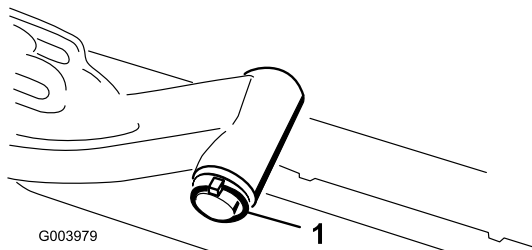

図 12
- A. 昇降アームのピボットシャフトを昇降アームに固定しているリンチピンとワッシャを外し、昇降アームからピボットシャフトを抜き出す (図 12)。
- C. 昇降アームのシャフトを昇降アームに差し込み、ワッシャとリンチピンで固定する (図 12)。